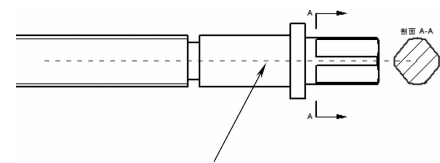

图 9-124 删除对齐
(6) 由于轴类零件长宽比太大，所以剖视图放在主视图的右侧不是很合理，应该把剖视图挪到主视图的下面。由于主视图与剖视图默认对齐关系，首先解除对齐关系。鼠标右击剖视图，选择【删除对齐】选项，再单击主视图与剖视图对齐的虚线，如图 9-124 所示。